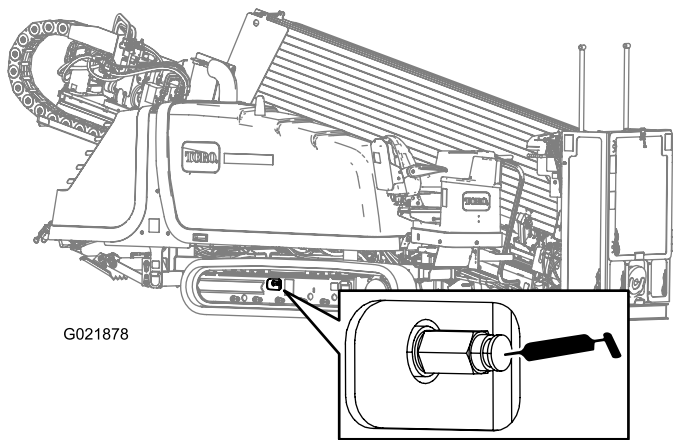

Figura 137
2. Remova a sujeira e as impurezas ao redor da válvula de alívio (Figura 137).
4. Aplique graxa na graxeira até a tensão atingir o valor de 22,063 kPa (3,200 psi) como mostra a Figura 137.
4. Gire a válvula de alívio no sentido anti-horário, dando no máximo 1 volta (Figura 137).